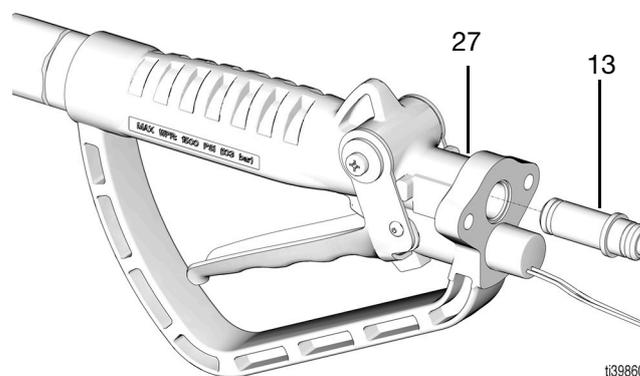

FIG. 35
3. Instale el tubo de conexión (13) en el alojamiento de la válvula (27), el extremo largo primero. El tubo de conexión (13) debe orientarse correctamente, de lo contrario, los alojamientos del medidor y la válvula no se podrán montar completamente (FIG. 35).